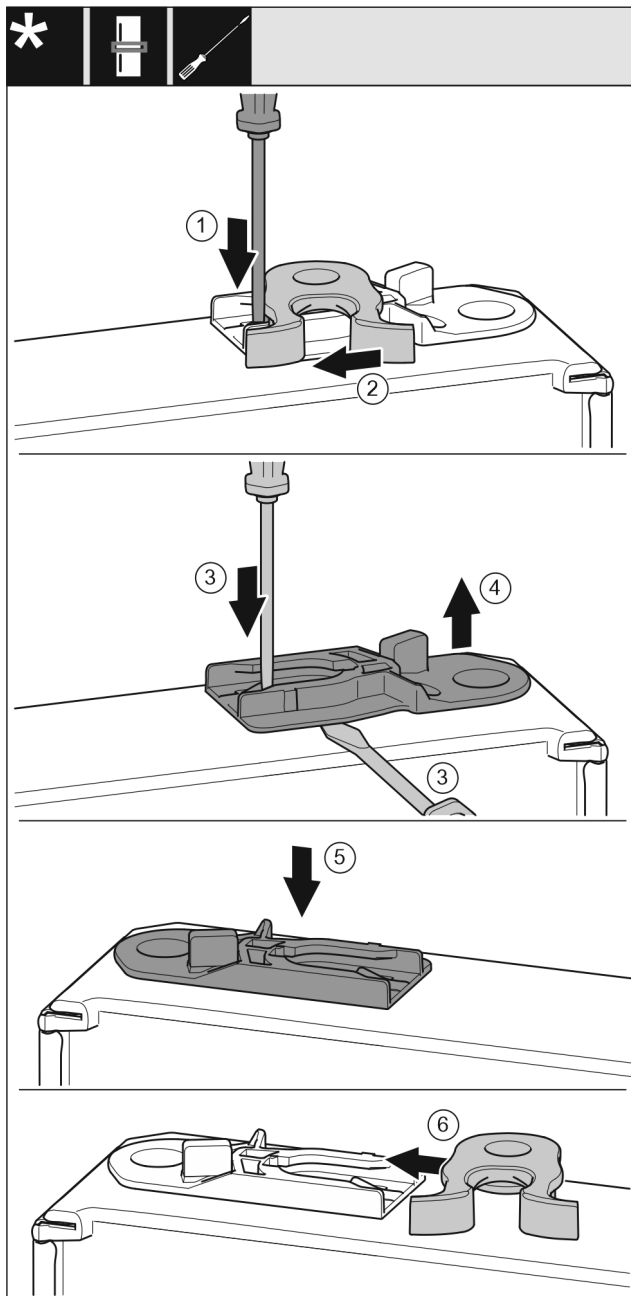

Fig. 18
- ▶ За допомогою шліцевої викрутки притисніть униз накладку. Fig. 18 (1)
- ▶ Витягніть із напрямної запірний гачок. Fig. 18 (2)
- ▶ Витягніть направляюче гніздо: Натисніть шліцевою викруткою накладку і одночасно підведіть її під направляюче гніздо. Fig. 18 (3, 4)
- ▶ Направляюче гніздо, що входить до складу поставки, вставити з іншого боку корпусу. Fig. 18 (5)
- ▶ Вставте в направляючу запірний гачок. Fig. 18 (6)